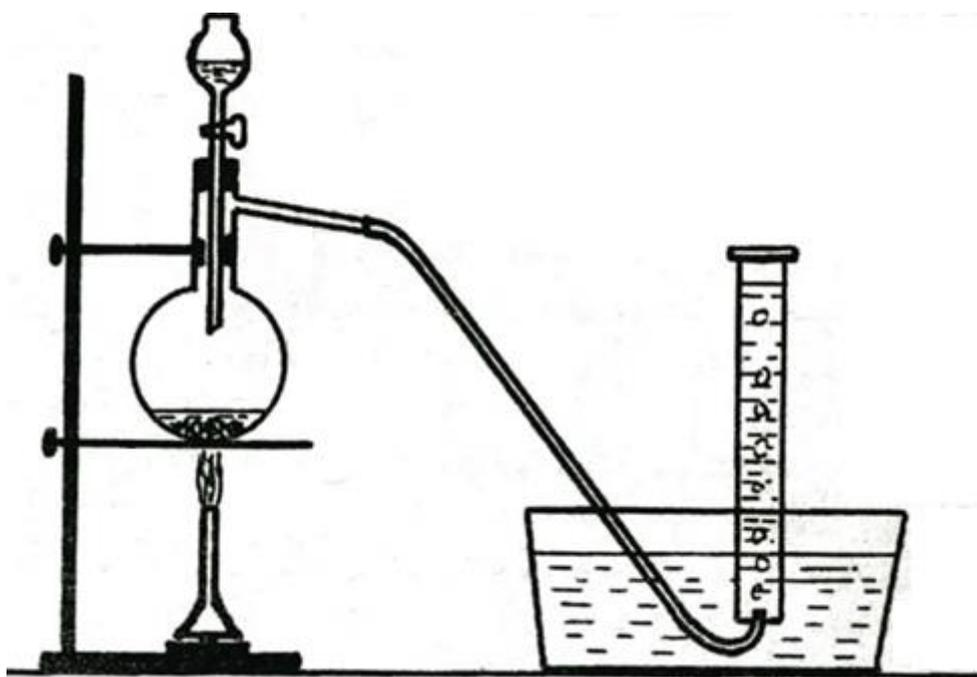

Рис. 1. Общий вид установки для получения оксида углерода (II), азота, оксида азота (I), оксида азота (II).
Работать обязательно под тягой! В небольшую колбу Вюрца насыпьте немного щавелевой кислоты, в капельную воронку налейте концентрированной серной кислоты, прилейте серную кислоту в колбу и подогрейте до начала реакции. Через некоторое время воздух из колбы будет вытеснен выделяющимся газом (смесью CO и CO_2), после чего соберите газ над водой (см. рис. 1). Для этого подведите газоотводную трубку под расположенный вверх дном цилиндр, заполненный водой, и помещенный в кристаллизатор с водой. Когда цилиндр наполнится газом, закройте его стеклом и выньте из воды. Сразу же удалите из воды газоотводную трубку, иначе воду затянет в прибор! Поставьте цилиндр, приготовьте горящую спичку или лучинку, откройте цилиндр и подожгите газ.
Насыпьте в пробирку на 1/6 часть нитрата натрия, залейте его концентрированным раствором хлорида аммония. Закрепив пробирку наклонно в лапке штатива, закройте её пробкой с газоотводной трубкой и осторожно нагрейте. Соберите выделяющийся газ над водой: в заполненный водопроводной водой кристаллизатор погрузите пробирку, заполните её водой, приподнимите вверх дном и подведите газоотводную трубку так, чтобы азот вытеснял воду из пробирки (см. рис. 1). Когда пробирка заполнится газом, закройте её пальцем, выньте из воды и опустите в неё горящую лучинку.
Он получается при разложении нитрата аммония, работа требует осторожности из-за возможности взрыва соли, обязательно наденьте защитные очки! Положите в сухую пробирку кристаллический нитрат аммония (примерно 1/10 часть пробирки), закройте пробирку пробкой с газоотводной трубкой и очень осторожно нагревайте соль, особенно когда она начнёт разлагаться – возможен взрыв. Выделяющийся газ соберите в маленькие колбы над водой (см. рис. 1) и закройте их потом стёклами. Не забудьте сразу после собирания газа вынуть газоотводную трубку из воды, и только потом прекратите нагревание пробирки! В одну из колб с газом внесите тлеющую лучинку, а в другую – ложечку с горячей серой (в ложечку для сжигания положите кусочек серы с горошину величиной и нагрейте до загорания серы).
1.3.2. Оксид азота (II)
В пробирку с газоотводной трубкой положите медные стружки или кусочки медной проволоки и залейте их разбавленной равным объемом воды концентрированной азотной кислотой. Если реакция протекает медленно, то немного подогрейте пробирку. Выделяющийся газ соберите над водой (см. рис. 1) в пробирки или маленькие колбы. Одну из них откройте и посмотрите, как протекает взаимодействие оксида азота (II) с кислородом воздуха. В другую опустите горящую лучинку. Затем пропустите ток оксида азота (II) в пробирку со свежеприготовленным раствором сульфата железа (II) и наблюдайте изменение окраски, а потемневший раствор прокипятите.
1.3.3. Оксид азота (IV)